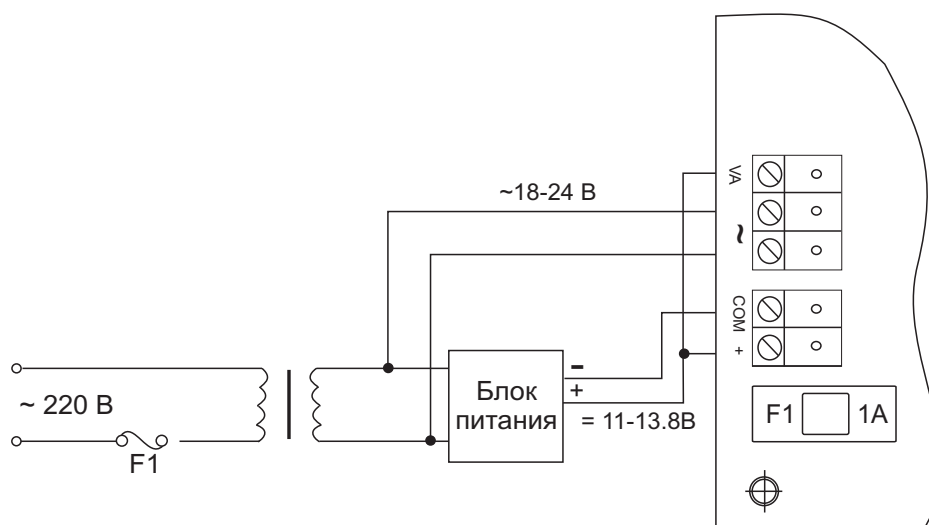

Рис. 3: Подключение к источнику питания
Подключение к источнику питания осуществляйте согласно Рис.3.
**ВНИМАНИЕ!** Все устройства, подключенные к линии RS-485, должны быть соединены между собой проводом «сигнальный общий» - земля. Допускается использовать в качестве «общего» провода экран кабеля, смотри рисунок 3.